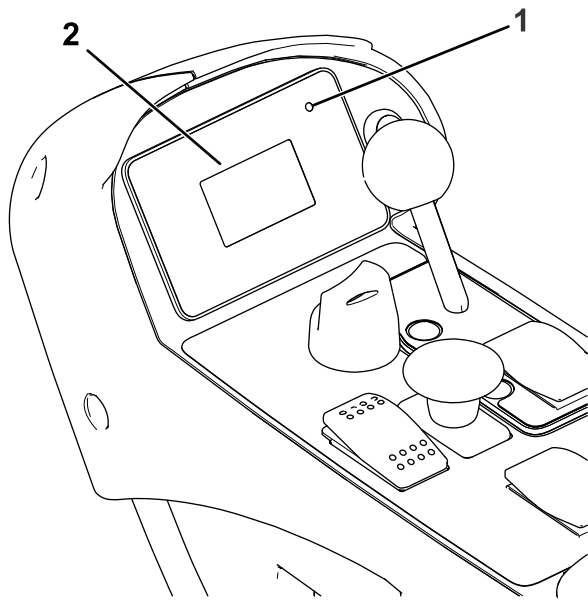

Figure 9
**Remarque:** La diode près de l'écran d'affichage (Figure 9) s'allume en vert pendant l'étalonnage du capteur.